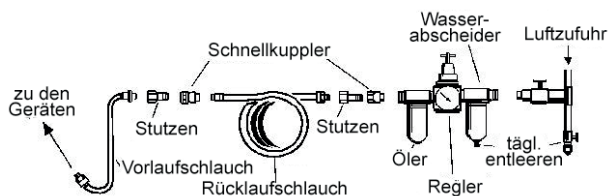

Abb. 1
- Das empfohlene Anschlussverfahren ist in Abb. 1 dargestellt.
- Vibrationen können zu Ausfällen führen, wenn eine Schnellwechselkupplung direkt mit dem Schlagschrauber verbunden ist. Um diese zu vermeiden, schließen Sie einen Vorspannschlauch an den Schlagschrauber an. Eine Schnellwechselkupplung kann dann verwendet werden, um den Vorlaufschlauch mit dem Rückholschlauch der Luftleitung zu verbinden - siehe Abb. 1 und 2.